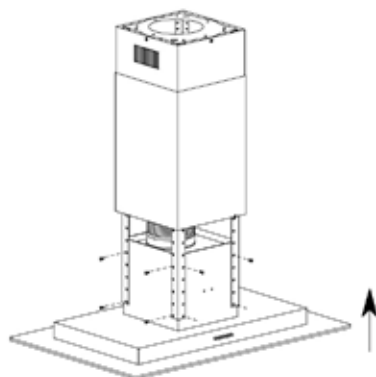

Fig. 20
- Suspender o corpo da coifa, até que os furos das cantoneiras e a do corpo da coifa se encontrem (fig. 20).
- Fixar as cantoneiras no corpo da coifa utilizando 16 parafusos (acompanham o produto). Será necessário o trabalho de duas ou mais pessoas para a execução das etapas (fig. 20).